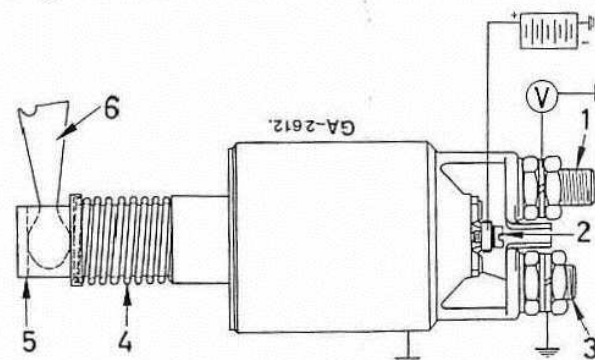

Bild 23
Einrückhebel (6) provisorisch einführen. Batterie nach Bild 23 anschließen.